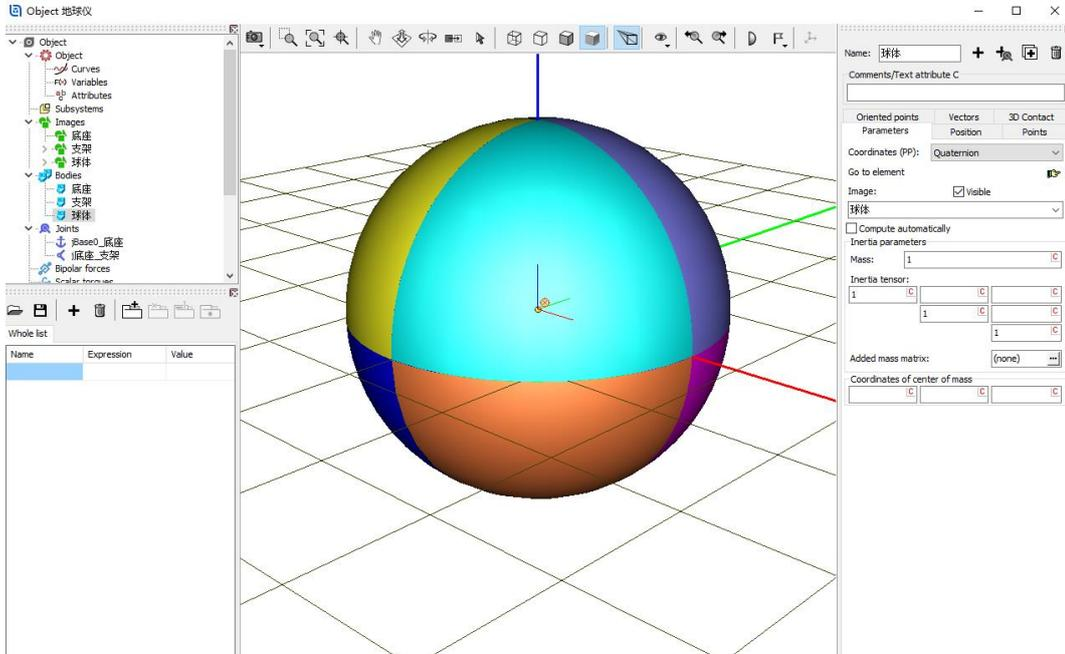

图 2-31
- 5) 在交互界面顶部 **Name** 处将该刚体重名为**球体**，在 **Parameters** 页面下部 **Mass** 处定义质量（国际单位：kg）为 **1**，在 **Inertia tensor** 处定义刚体相对其惯性主轴的转动惯量（国际单位： $\text{kg} \cdot \text{m}^2$ ）分别为 **1, 1, 1**，如图 2-31。